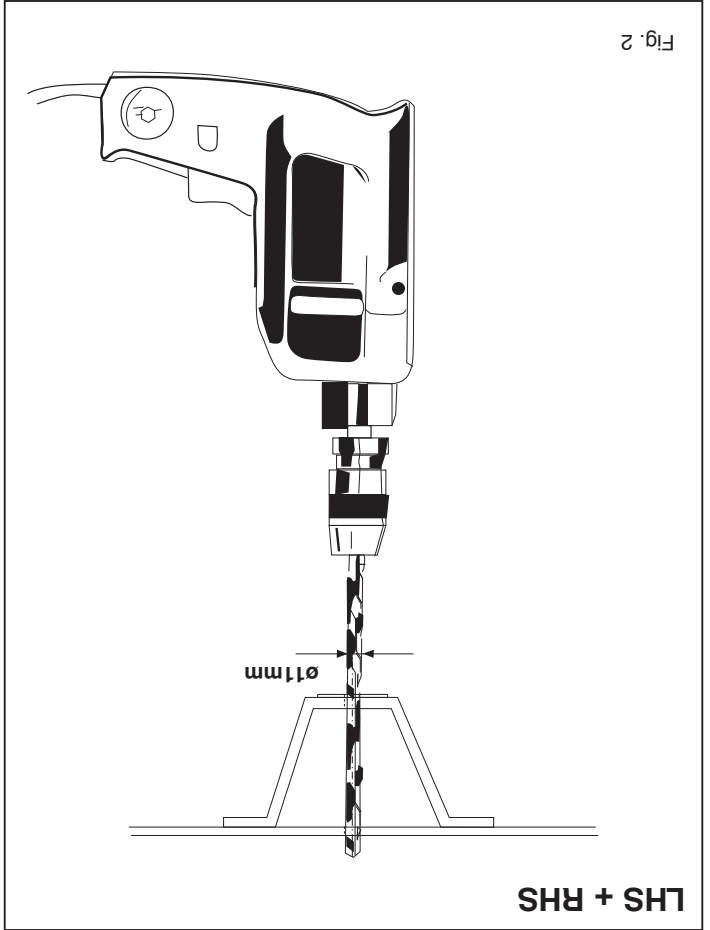

Fig. 2
3. Warning! Do not use the existing holes in the chassis members. Drill the holes A ø11mm. See figure 2.
3. Achtung! Nicht die vorhandenen Löcher im Fahrgestellträger benutzen. Die Löcher A (ø 1mm) bohren. Siehe Abbildung 2.
3. Attention ! Ne pas utiliser les trous existants dans les longerons de châssis. Percer les trous A $\varnothing 11\text{mm}$. Voir figure 2.